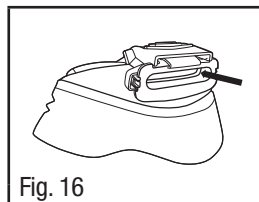

Fig. 16
**Conexão do cartucho/filtro:** Examine a área de conexão (Fig. 16) quanto a distorção ou sujeira/partículas que podem impedir que os filtros/cartuchos vedem o respirador.
**Diafragma de voz (DV):** Se a versão do DV da peça facial for utilizada, certifique-se de que a vedação ao redor do diafragma de fala esteja no lugar e em boas condições. Certifique-se de que ele esteja inserido com segurança na peça facial e assegure-se de que o filme do diafragma de voz esteja intacto.
3. Certifique-se de que a área de conexão do cartucho/filtro esteja livre de detritos (Fig. 16). Utilize um pano ou uma escova macia para alcançar esta área e/ou mova a peça facial rapidamente para trás e para frente, enquanto estiver imersa na solução de limpeza.